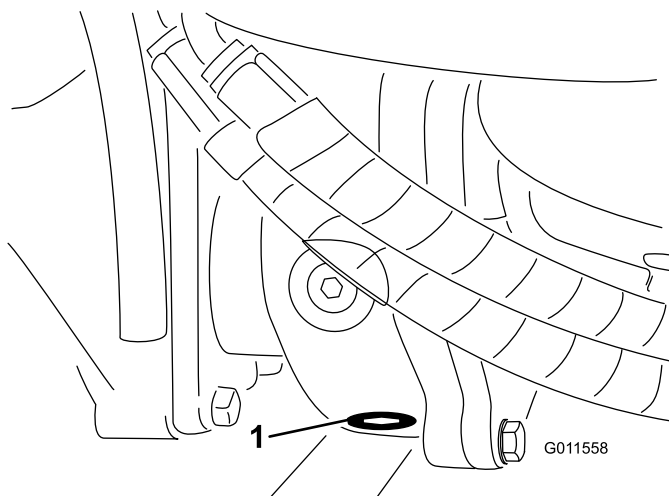

図 61
5. ギアボックスの底面にあるドレンプラグの周辺をウェスできれいにする 図 61。